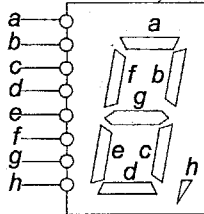

Рисунок 7.2 – Семисегментний однорозрядний індикатор
5. На рис.7.2 показаний семисегментний однорозрядний індикатор. Знайдіть відповідність між сегментами (a, b, c, d, e, f, g) цього індикатора і кодами, які дають можливість засвітити ці сегменти (на крайньому правому індикаторі, на прикладі програми 7.8).